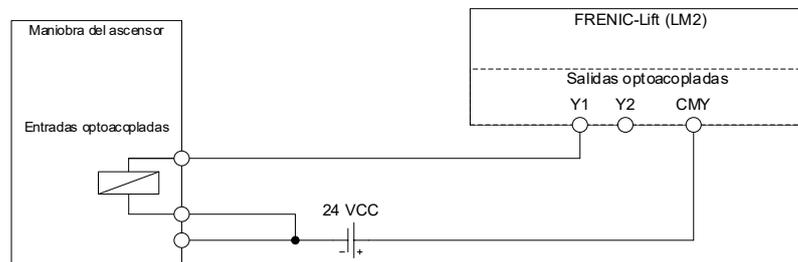

Figura 5.6: Conexión utilizando la lógica PNP (Source)
- ☞ En el ejemplo de la figura 5.6, el voltaje OFF es 24 VCC (Fuente de alimentación conectada a CMY).